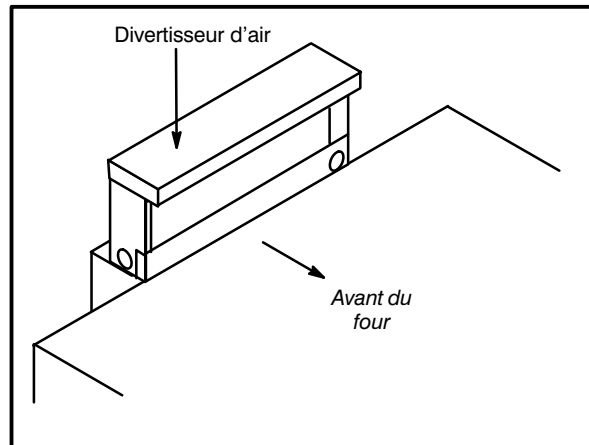

Figure 7
1. Placer le déviateur au-dessus du connecteur de cheminée avec la partie ouverte tournée vers l'avant du four. Voir Figure 7.